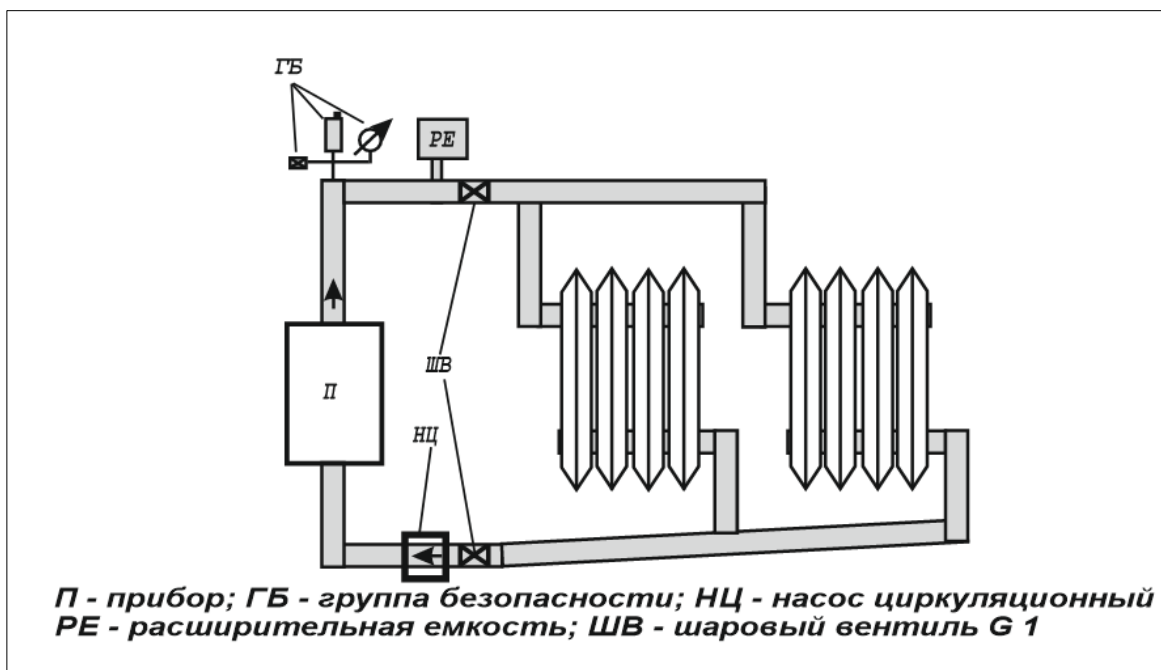

Рисунок 4. Типовая схема системы отопления
6.6 Примерная схема системы отопления приведена на рис. 4. Трубы системы отопления должны быть расположены так, чтобы способствовать естественной циркуляции теплоносителя. В
Внимание! При эксплуатации прибора запрещается полностью или частично перекрывать шаровые вентили на входе и выходе из котла (см. рис. 4).